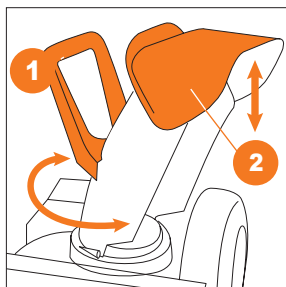

Рис. 21
- Модель **S 6060** - для выбора направления выброса снега используйте поворотную рукоятку ❶, дальность выброса регулируйте наклоном дефлектора ❷ (Рис. 21).